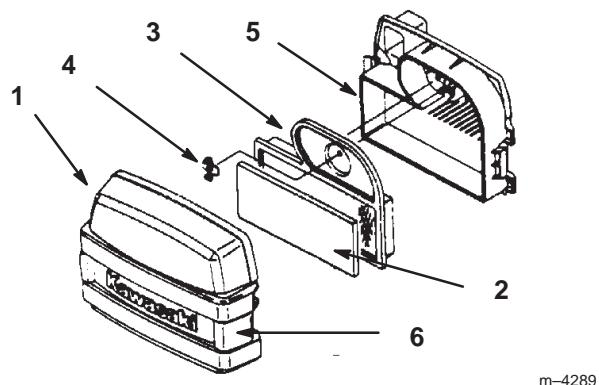

Figure 35
2. Nettoyez la surface autour du filtre à air pour éviter que des impuretés ne s'introduisent dans le moteur et l'endommagent. Dégagiez les deux fixations latérales et déposez le couvercle du filtre à air (Fig. 35).
3. Sortez délicatement l'élément en mousse de l'élément en papier (Fig. 35).
4. Dévissez l'écrou à oreilles et retirez l'élément en papier (Fig. 35).